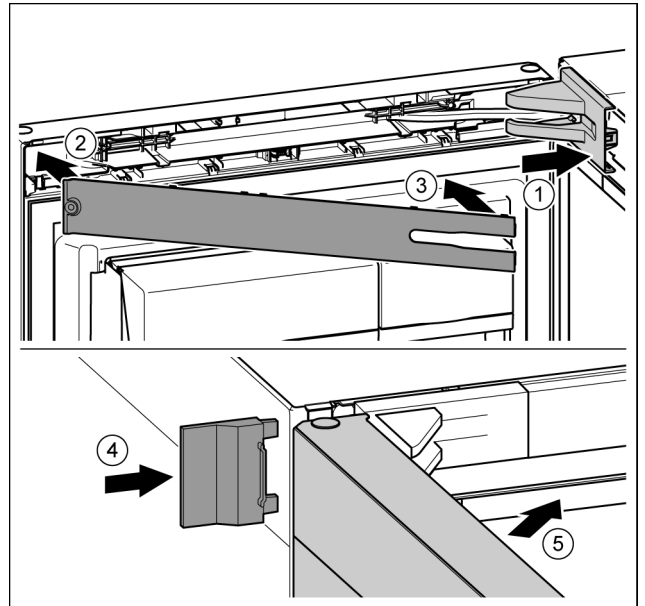

Fig. 23
- ▶ Lagerbockabdeckung aufsetzen und einrasten, ggf. vorsichtig auseinanderdrücken. Fig. 23 (1)
- ▶ Blende aufsetzen. Fig. 23 (2)
- ▶ Blende einschwenken und einrasten. Fig. 23 (3)
- ▶ Äußere Abdeckung aufschieben. Fig. 23 (4)
- ▶ Obere Tür schließen. Fig. 23 (5)